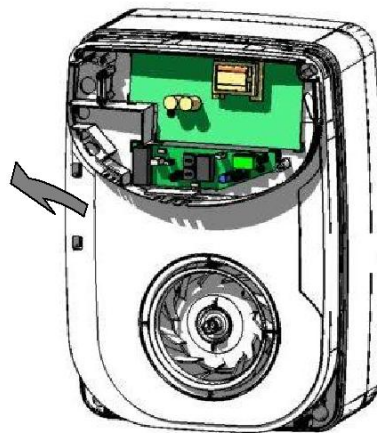
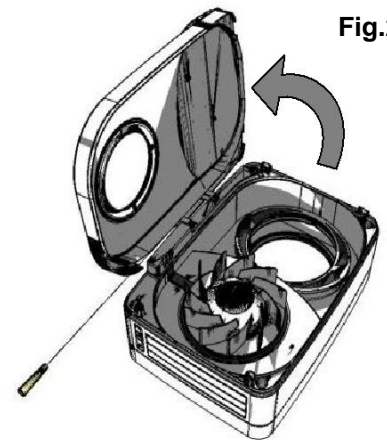

Fig.23
Fig.24
2. Hef op waar aangeduid om de scharnieren vast te zetten (Fig. 23) en open de deur (Fig. 24).